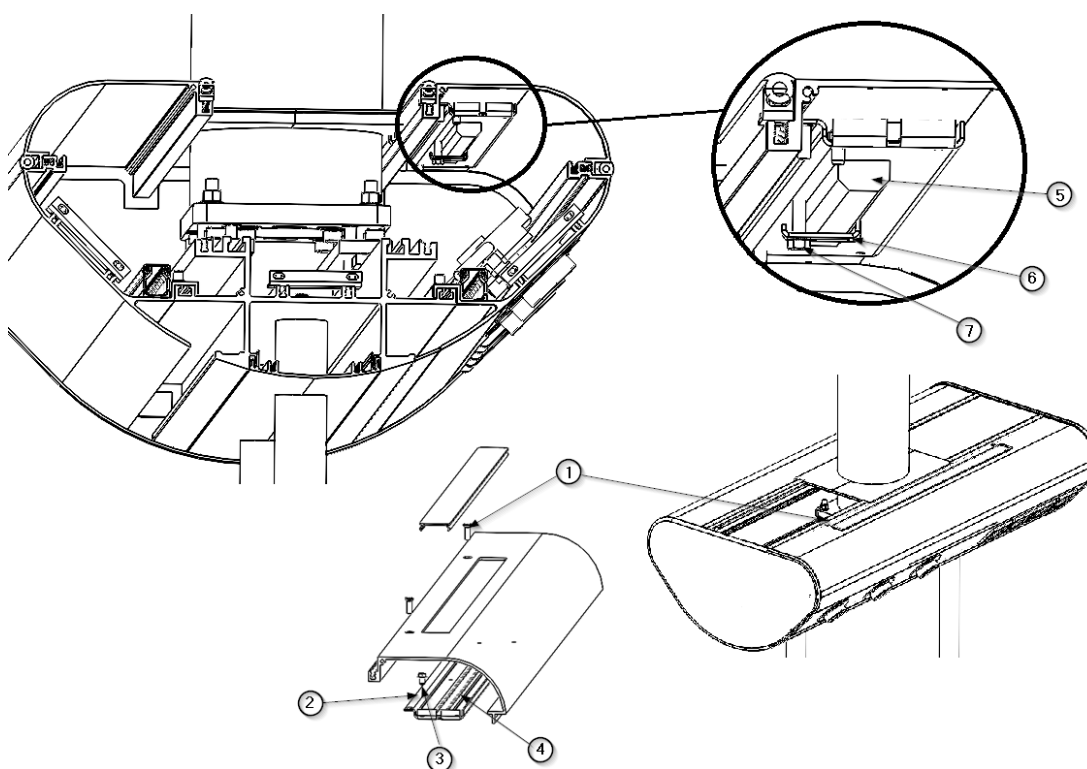

Fig.6 Remplacement des LED et des pilotes dans l'éclairage indirect asymétrique
- Débranchez l'alimentation électrique du contrôleur ② du bornier.
- Dévissez les 2 vis hexagonales M4 x 8 ① DIN 7500 et dégagez le module d'éclairage. La bande LED ⑤ et son connecteur rapide sont visibles. Voir figure 6.